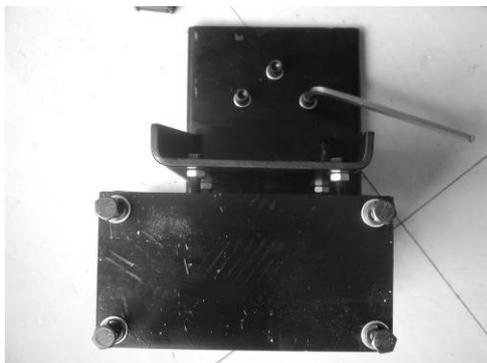

Рис. 29
6.1.2 Удалите упаковку от вспомогательного рычага PL330. Проверьте наличие деталей в соответствии с упаковочным листом. Затем достаньте основание в сборе (Рис. 29) и установите на нем винт и шайбу.